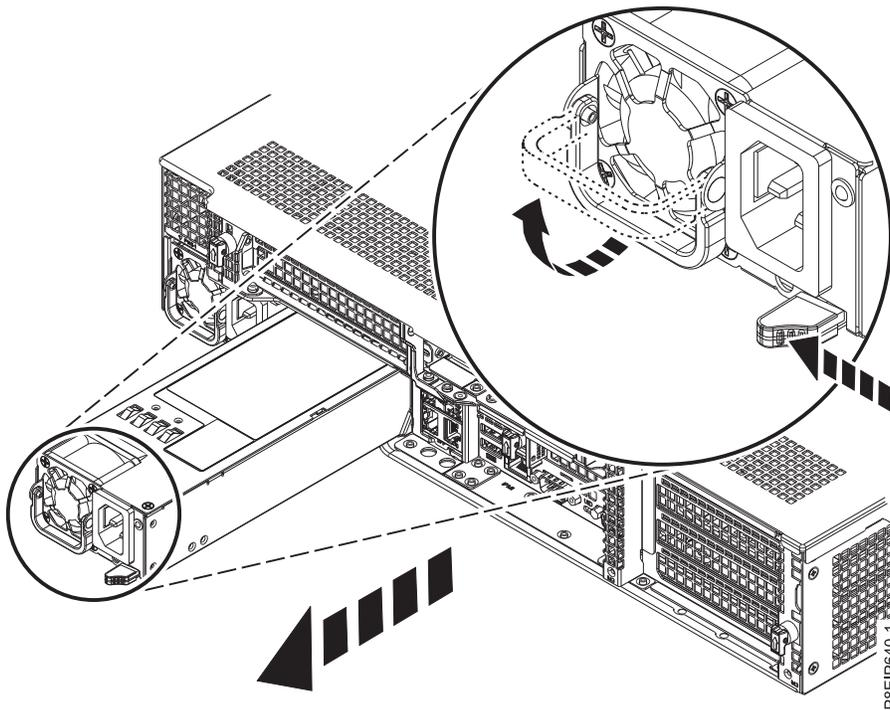

Abbildung 80. Ausbau eines Netzteils aus dem System
- a. Um das Netzteil aus seiner Position im System zu lösen, drücken Sie die Sperrzunge nach links (siehe Abb. 80).